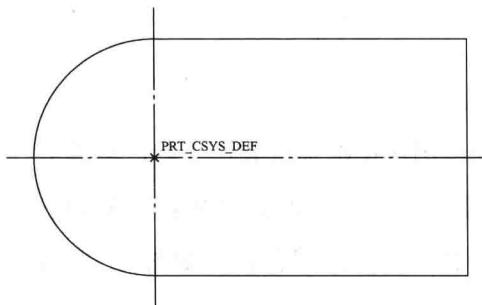

图 1-16 绘制三段直线
3) 单击草绘工具栏中的按钮 ，绘制三段直线，按鼠标中键结束直线操作，如图 1-16 所示。